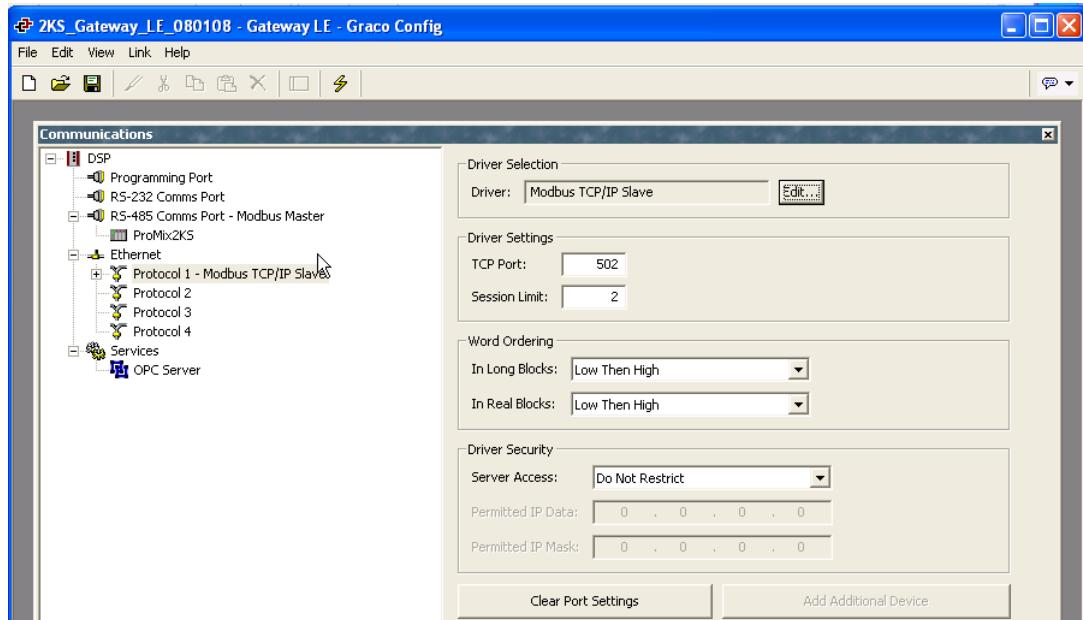

Рис. 19: База данных с предварительно заданными параметрами
- Чтобы открыть базу данных с предварительно заданными параметрами (.gg2), следует дважды щелкнуть по кнопке Communications («Средства связи»). Этот файл уже настроен для работы с ProMix 2KS. См. Рис. 19.